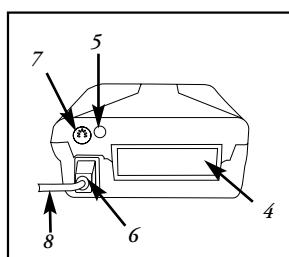

Abbildung 3
- Stecken Sie das Netzkabel in den Netzanschluss am Gerät (**Abbildung 3**).